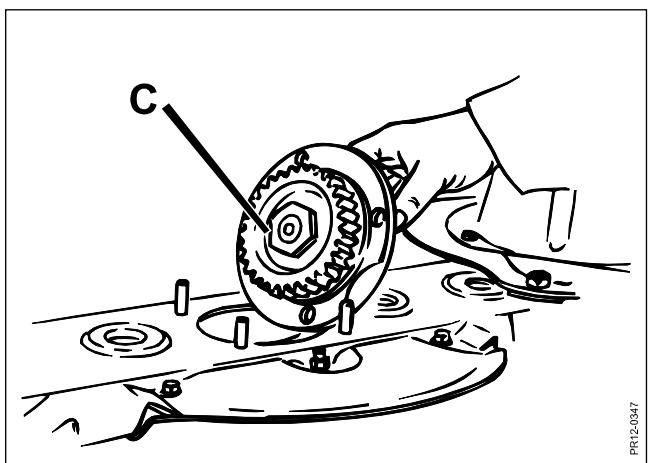

Fig. 5-10
- Fig. 5-10 Der anvendes en knivbjælke, hvor hvert enkelt nav **C** under skiverne let lader sig udskifte fra oven af (Top Service bjælke).